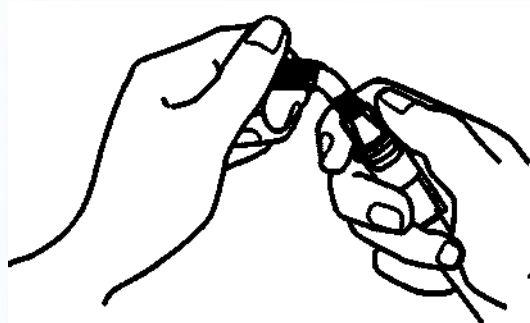
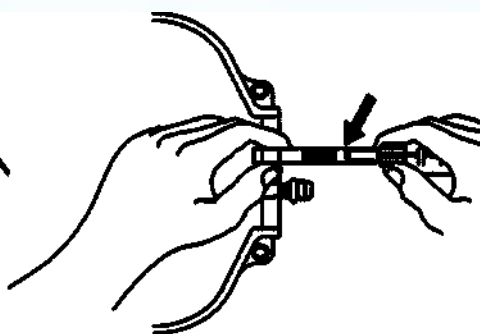

Рис. 1
Рис. 2
- Д. Для создания потока жидкости, удерживая один конец одноразовой заглушки, несколько раз перегните ее другой конец (Рисунок 1), пока одноразовая заглушка не отделится от основания (Рисунок 2).